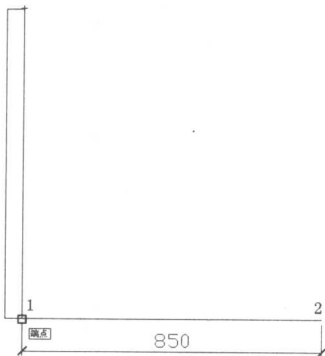

图 1-3 绘制出直线
(2) 使用【直线】工具,绘制一条长 850 的水平直线,如图 1-3 所示。